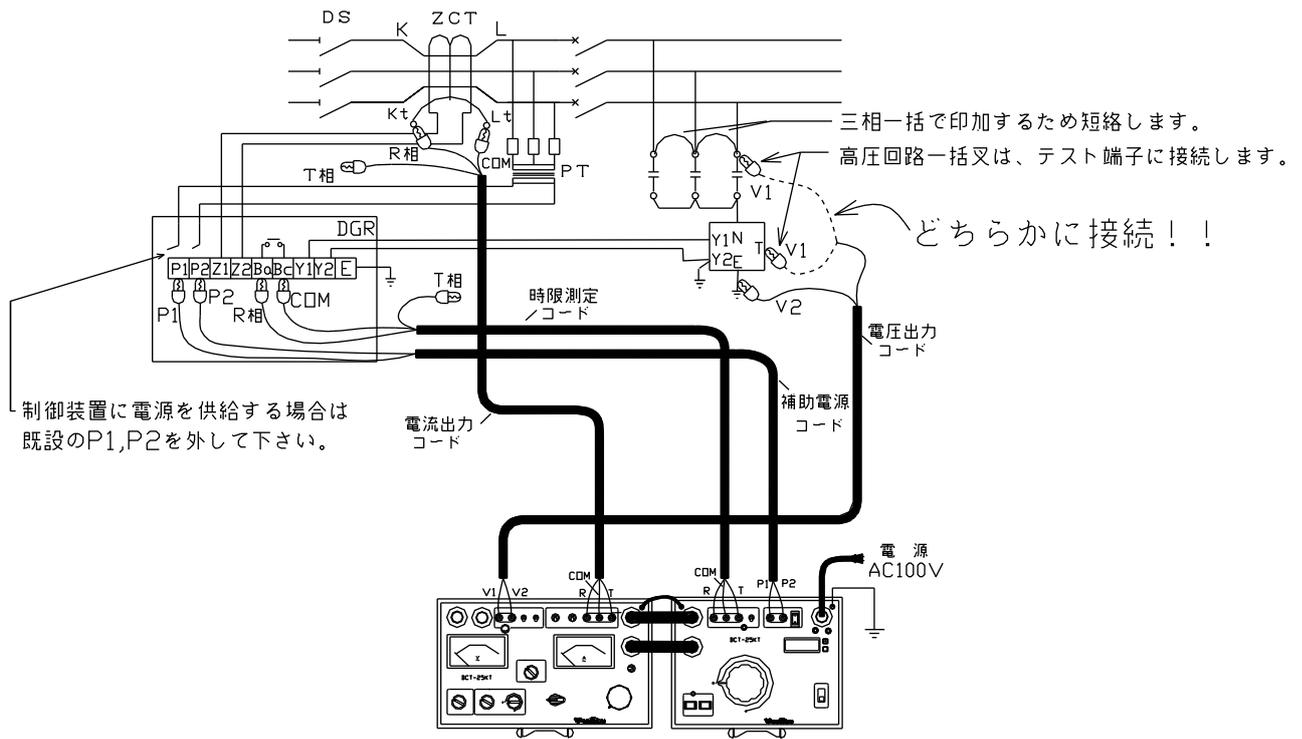

図16：試験回路図一電気室の単体試験（停電状態）
6. 以上のような点を注意し、試験回路を構成します。(図16,17)